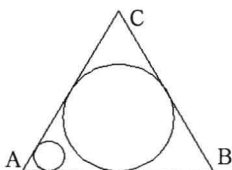

图 3-5-9
(11) 单击“相切、相切、半径”按钮, 将十字光标移至三角形的边上, 分别单击三角形的 AC 边和 AB 边。
(12) 命令行提示“指定圆的半径<30.0000>”, 输入“40”, 按 Enter 键, 创建一个半径为 40 且相切于 AC 和 AB 边的圆, 如图 3-5-9 所示。